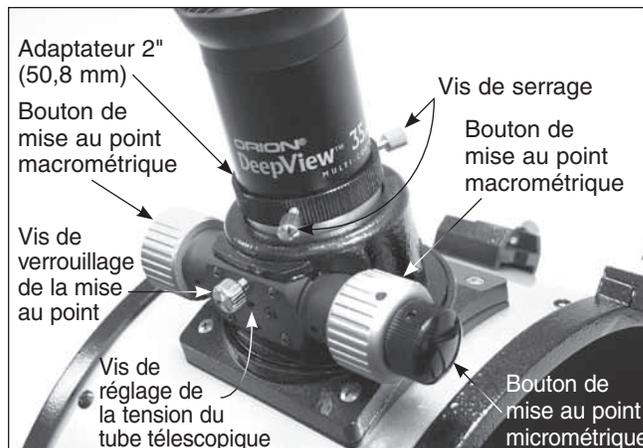

Figure 29. L'oculaire DeepView 2" (50,8 mm) installé dans le porte-oculaire.
3. L'étape finale du processus d'assemblage consiste à insérer un oculaire dans le porte-oculaire du télescope. Tout d'abord, retirez le cache du tube télescopique du porte-oculaire. Pour utiliser l'oculaire Deep View 2" (50,8 mm), desserrez les deux vis de l'adaptateur 2" (à l'extrémité du tube télescopique du porte-oculaire) et retirez l'adaptateur 1,25" (31,75 mm). Placez ensuite l'oculaire 2" directement dans l'adaptateur et fixez-le avec les deux vis de serrage précédemment desserrées (figure 29). L'autre oculaire et l'adaptateur
La vis de serrage à la base du porte-oculaire (figure 29) permet de verrouiller le tube télescopique lorsque la mise au point du télescope est correcte. Avant de réaliser la mise au point, n'oubliez pas de desserrer cette vis.
pouvez procéder à un ajustement en serrant ou desserrant la vis de réglage de la tension du tube télescopique du porte-oculaire, située juste sous la vis de verrouillage de la mise au point (figure 29). Ajustez cette vis de réglage à l'aide de la clé hexagonale de 2,5 mm fournie. Ne desserrez pas trop cette vis, de manière à conserver suffisamment de tension pour que le tube télescopique reste maintenu dans le porte-oculaire. L'autre vis de réglage sous la vis de réglage de la tension du tube télescopique n'affecte pas la tension du tube télescopique et ne devrait pas être ajustée.